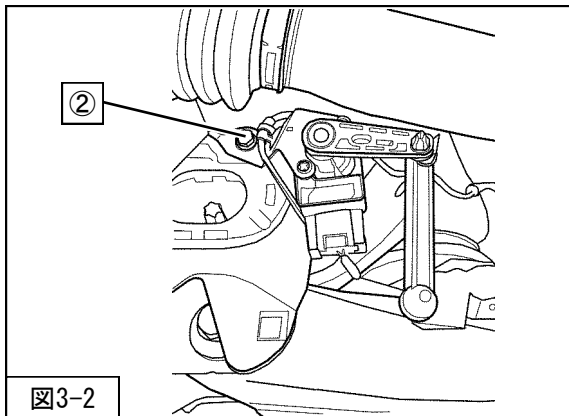
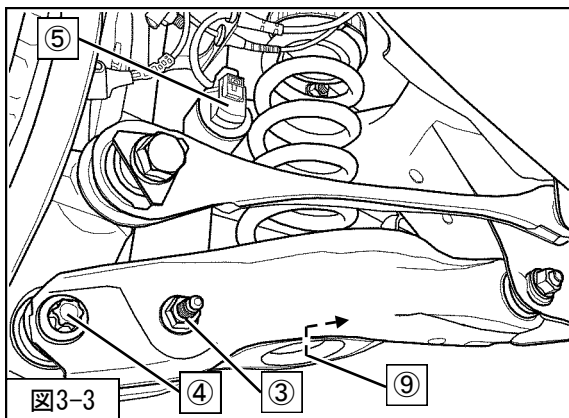
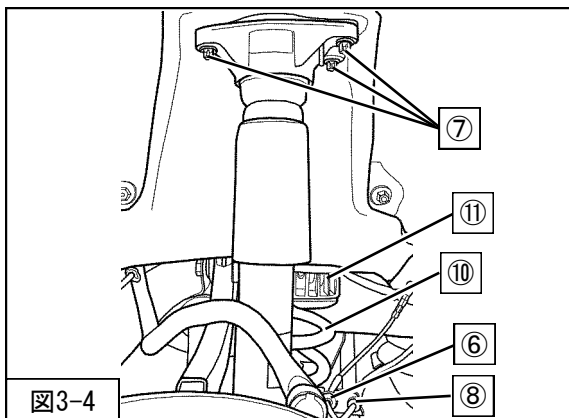

図3-2
図3-3
図3-4
3. 木片及びジャッキを使用し、リアサスペンションASSYロアアームNo.2を支持し、②ハイトセンサー取付ボルトを取外してください。(図3-2)
4. ③リアショックアブソーバASSYロア取付ボルト・ナット
④リアサスペンションASSYロアアームNo.2取付ボルト・ナットを取外してください。(図3-3)
5. AVS装着車は⑤コネクターを取外してください。(図3-3)
6. ⑥ワイヤハーネス
⑦リアショックアブソーバASSYアッパー取付ナットを取外してください。(図3-4)
7. AVS装着車は⑧ワイヤハーネスを取外してください。(図3-4)
8. ロアアームNo.2を支えているジャッキをおろし、⑨リアスプリングロアシート
⑩リアスプリング
⑪リアスプリングアッパーシートを取外してください。(図3-3・3-4)
- ※本製品取付けの際、⑨リアスプリングロアシート・⑩リアスプリング・⑪リアスプリングアッパーシートは使用しません。